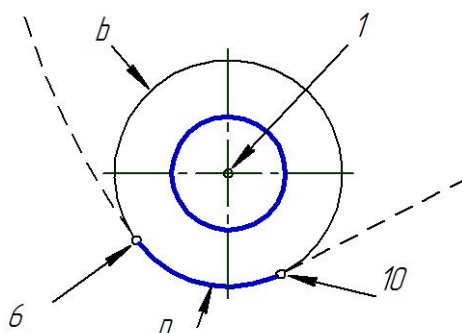

Рис. 1.39. Обводка контура с помощью команд редактирования объекта
- ✓ Рассмотреть принцип обводки контура детали по элементам (рис. 1.39 – 1.41).
1. Разбейте окружность  $b$  на два участка (рис. 1.39):